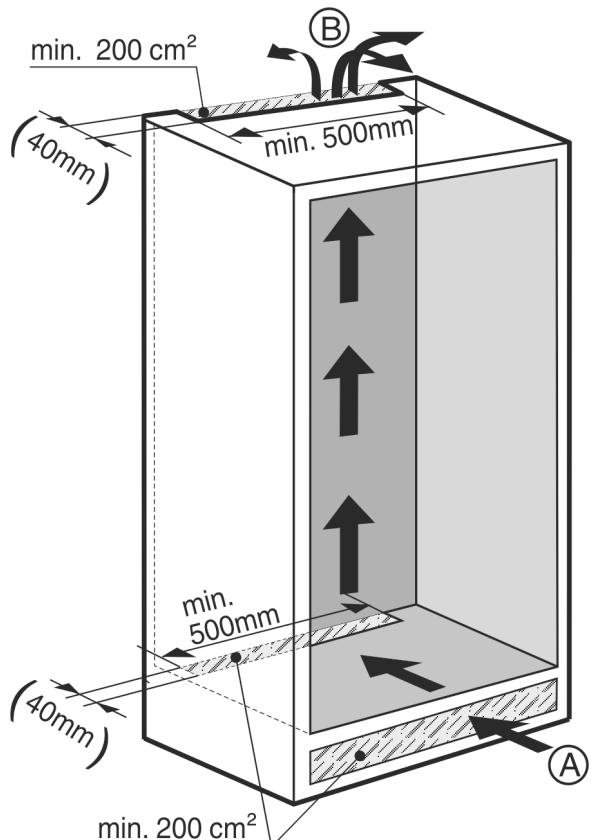

Fig. 3
- Er moet een effectieve ventilatieruimte van ten minste 200 cm² per apparaat luchtinlaat Fig. 3 (A) en luchttuitlaat Fig. 3 (B) aanwezig zijn.